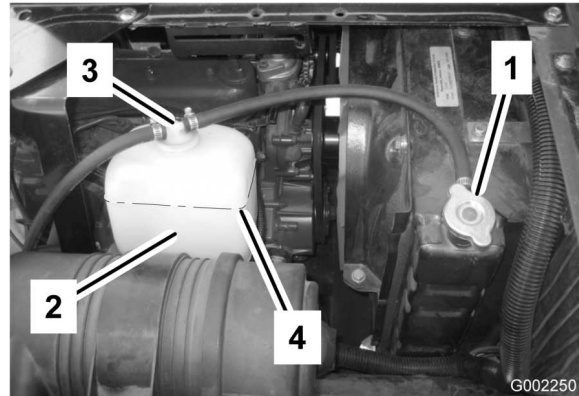

Bild 52
3. Schrauben Sie den Kühlerdeckel und den Deckel vom Ausdehnungsgefäß vorsichtig ab (Bild 52).